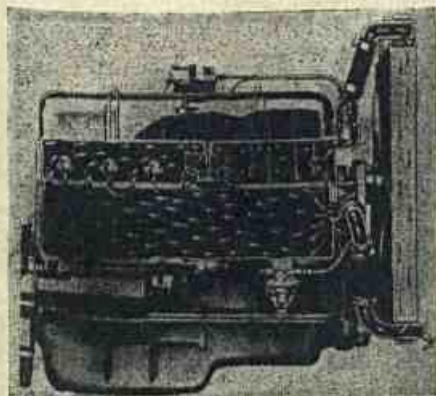

Fig. 177 — Sistema de arrefecimento usado no motor de válvulas elevadas.
b) — Circulação forçada — O sistema de circulação forçada utiliza uma bomba d'água (fig. 177) que garante circulação rápida e contínua do líquido de arrefecimento.
93 — Camisas d'água — Do mesmo modo como vestimos uma camisa de lã ou uma suéter para conservar nosso corpo quente nos dias muito frios, assim o cilindro é rodeado de camisas d'água para arrefecê-lo. Os antigos motores, em que cada cilindro era fundido separadamente, traziam camisas d'água feitas de lâminas de metal que rodeavam cada cilindro após montagem deste no bloco. Era uma fabricação muito dispendiosa e foi abandonada logo que chegamos aos aperfeiçoamentos atuais em que o molde do bloco de cilindros é fundido de uma só vez. Nestes blocos as camisas d'água existem em forma de cavidades comunicantes onde a água circula livremente em torno dos cilindros bem como em redor dos orifícios das válvulas (fig. 177).